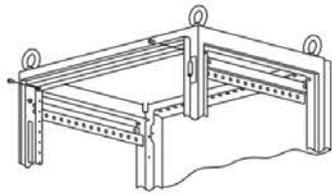

Рисунок 9
4.7.3 Вставьте заглушку рамы под панели ЛГ/ЛМА между двух уголков вертикальных и закрепите на них винтами М4×8 (рисунок 9).